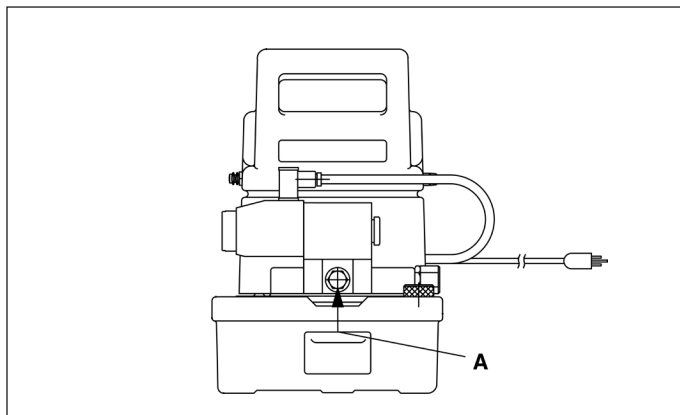

Abbildung 4
1. Die Schlauchleitung, die die Pumpe mit dem Zylinder verbindet, wird direkt in den Oelanschluss A am Betaetigungsvertil eingeschraubt (siehe Abb. 4).